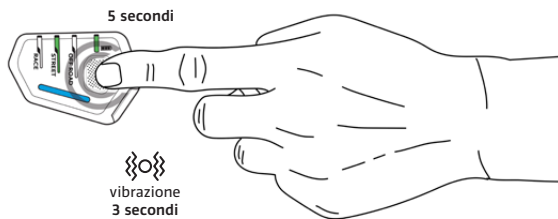

Figura 12: Tenere premuto il pulsante del display (3a) per 5 secondi per spegnere il sistema (questo è un metodo alternativo per spegnere il sistema)
In alternativa, l'utente può spegnere manualmente il sistema premendo il pulsante del display (3a) per circa 5 secondi (Figura 12). Verrà avvertita una vibrazione lunga del sistema, della durata di (~ 3 secondi) in prossimità della zip di attivazione (2) che conferma che il sistema non è più attivo.